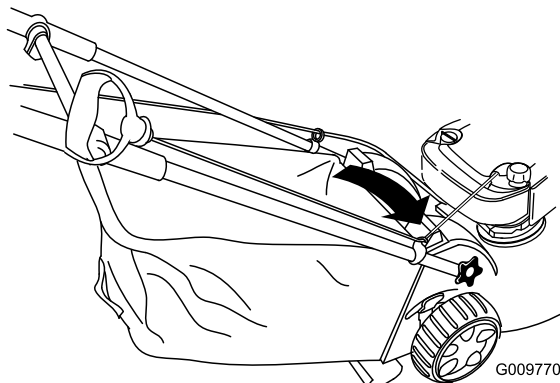

Figure 28
1. Faites passer le câble du lanceur autour du guide inférieur (Figure 28).